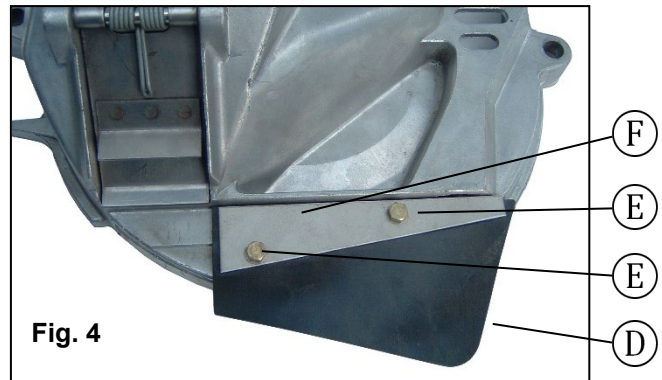

Fig. 4
- Monter la bavette de protection [D] (réf. 6240) sur le couvercle de distribution à l'aide des vis [E] (HM 5 x 8) sans oublier la tôle [F] (réf. 6241) (Fig. 4).
- Montar la solapa de protección [D] (ref. 6240) sobre la tapa de distribución con los tornillos [E] (HM 5 x 8) sin olvidar la chapa [F] (ref. 6241) (Fig. 4).
- Mount protection flap D (ref. 6240) on the feed mechanism's cover using the screws marked E (5 x 8 HM), not forgetting metal plate F (ref. 6241) (Fig. 4).
- Montieren Sie die Schutzplatte D (Ref. 6240) auf den Deckel des Sägehäuses. Benutzen Sie dazu die Schrauben E (HM 5 x 8) und vergessen Sie das Blech F (Ref. 6241) nicht. (Abb. 4)